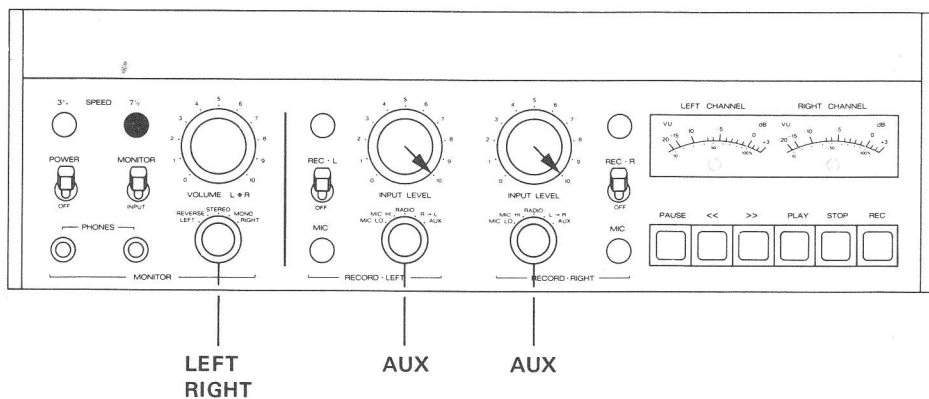

Fig. 6.5.-1
- Bedienungselemente nach Fig. 6.5.-1 einstellen.
- NF-Generator an Anschluss (48) AUX INPUT parallel anschließen.